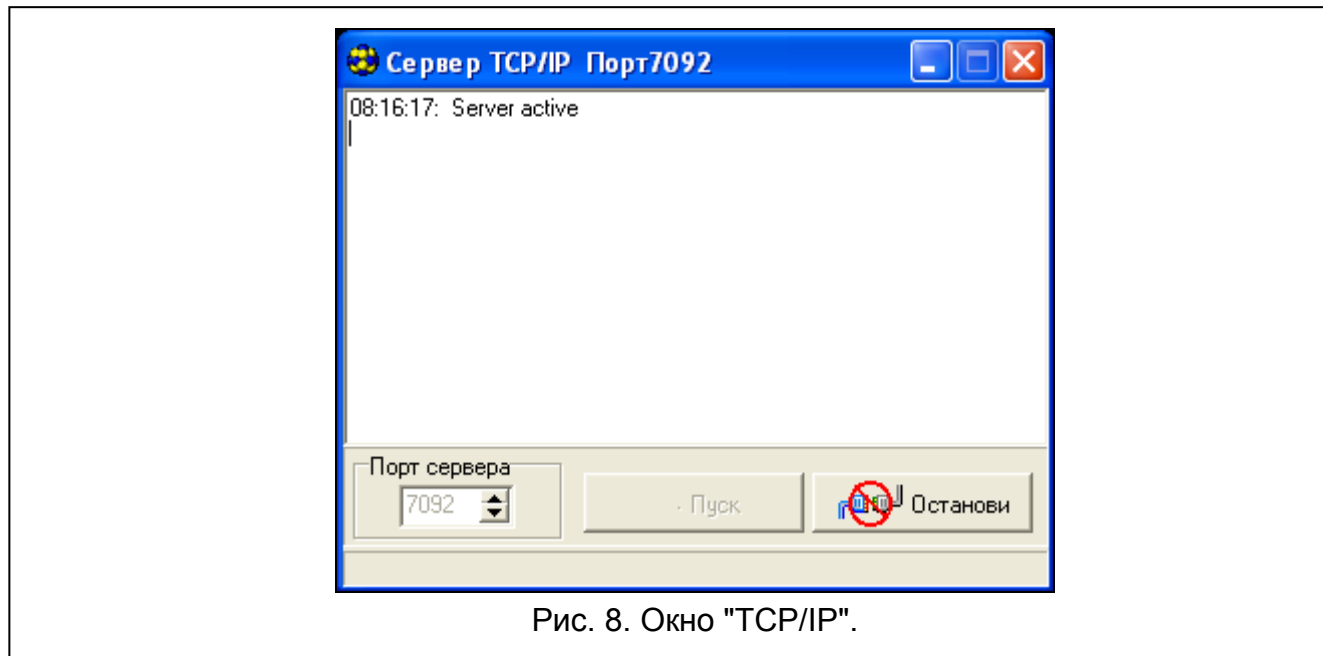

Рис. 8. Окно "TCP/IP".
2. Выбрать в меню «Связь» опцию «TCP/IP». В открывшемся окне будет отображена информация об активации сервера (см.: рис. 8).